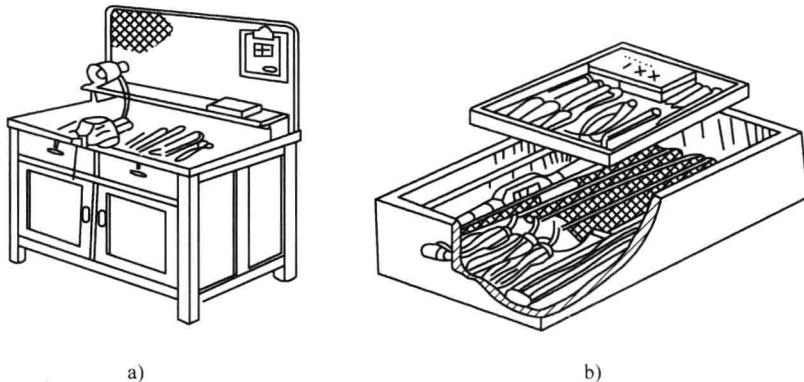

图 1-3 工量具放置
5) 工、量具的安放，应按下列要求布置(图1-3)：①在钳台上工作时，为了取用方便，右手取用的工、量具放在右边，左手取用的工、量具放在左边，各自排列整齐，且不能使其伸到钳台边以外；②量具不能与工具或工件混放在一起，应放在量具盒内或待用格架上；③常用的工、量具，要放在工作位置附近；④工、量具收藏时要整齐地放入工具箱内，不应任意堆放，以防损坏和取用不便。